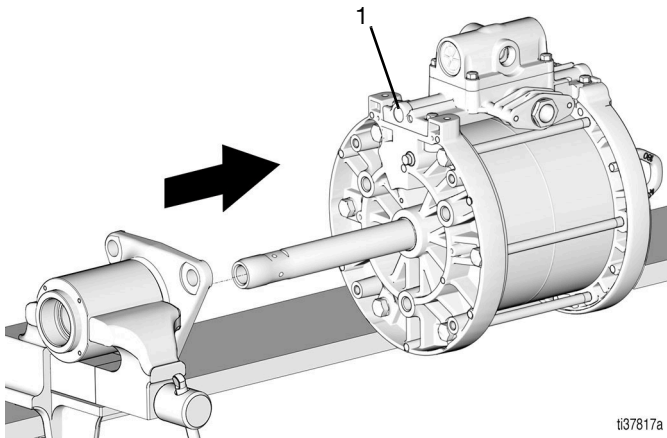

Рис. 15
17. Удалите пневмомотор (1) (Рис. 15).